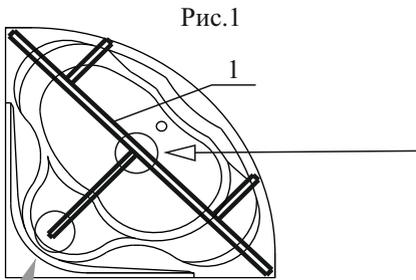

Рис. 1
2. Перевернуть ванну вверх дном, положить на мягкую подстилку, по схеме (рис.1) расположить раму (поз.1) на дне ванны.